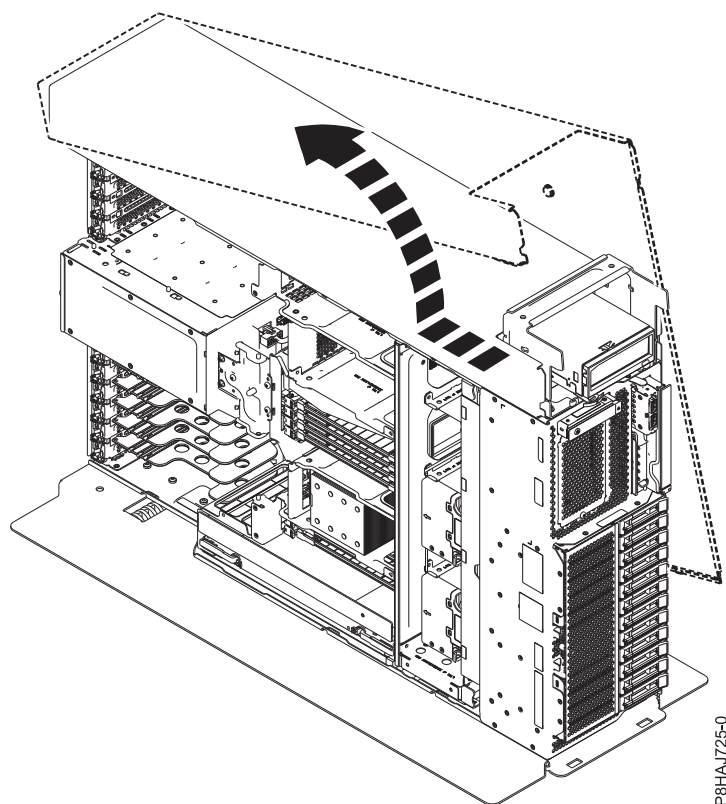

Figura 61. Extracció de la coberta lateral model 8286-41A
5. Feu lliscar la coberta lateral fins que surti del sistema en la direcció que es mostra a la Figura 61.